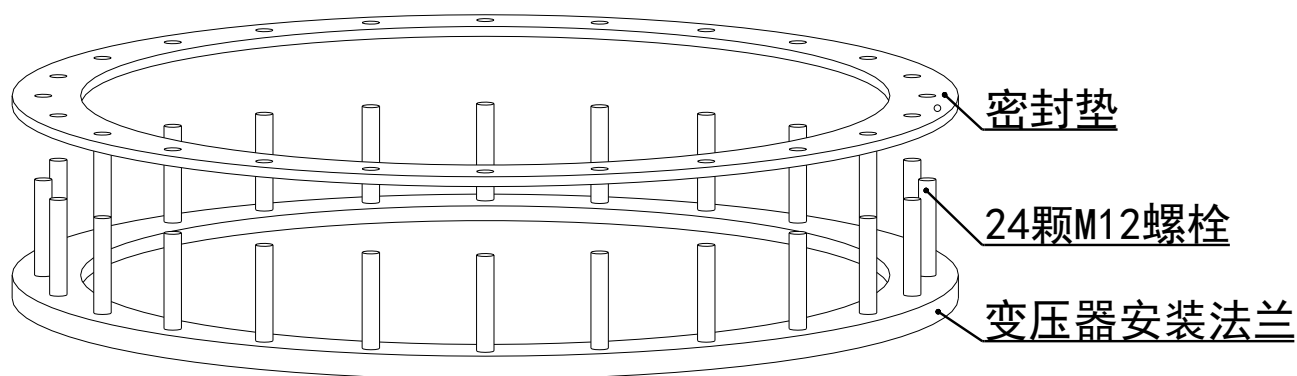
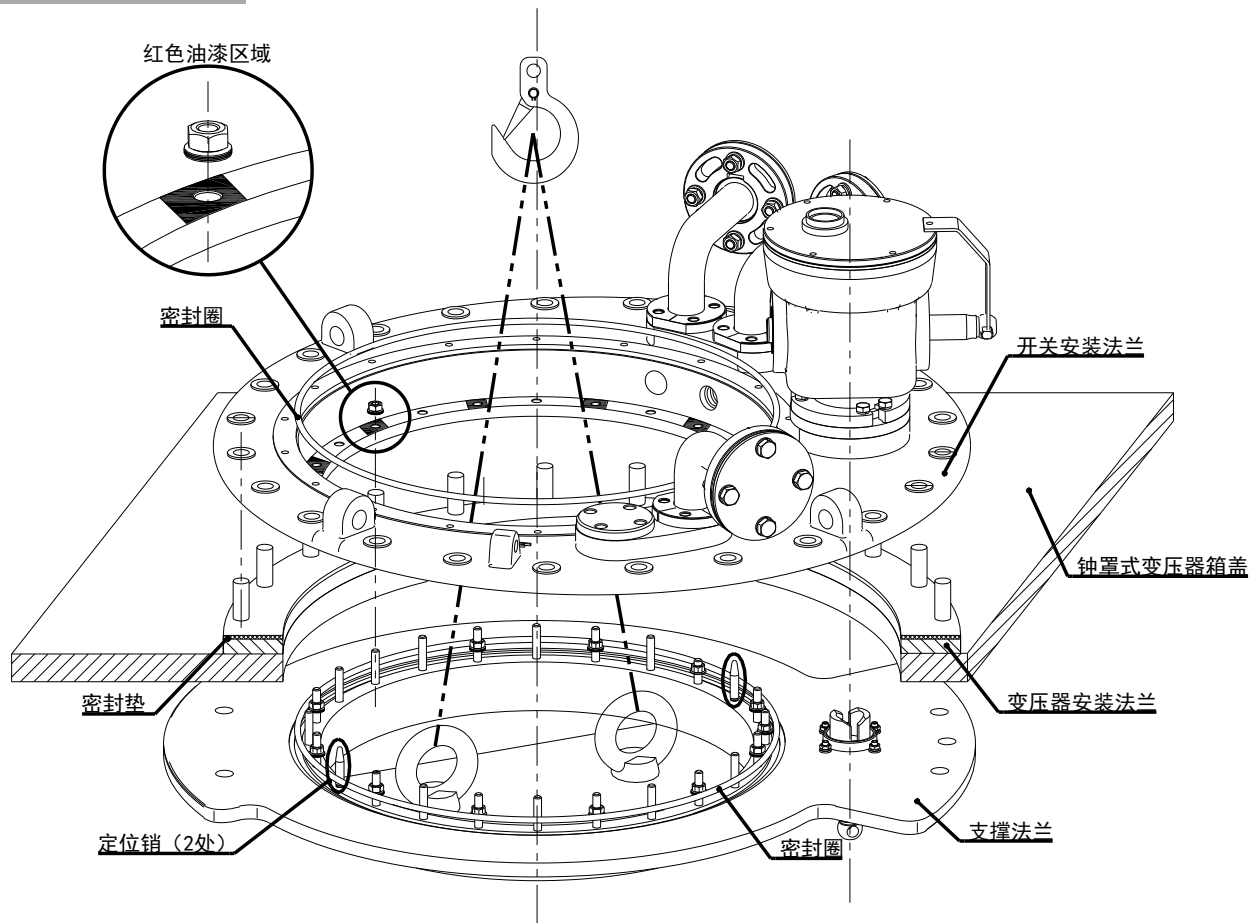

图 5-13 变压器安装法兰处螺栓及密封垫
图 5-14 开关顶部各法兰与变压器箱盖对应示意图
3. 分接开关安装法兰安装前，擦净密封面，在变压器安装法兰上安放密封垫（见图 5-13），并将分接开关安装法兰固定在变压器安装法兰上（见图 5-14）。
4. 通过起吊方式将切换开关支撑法兰与安装法兰连接。安装到位后拧紧法兰圈上的红色油漆区域螺栓。（见图 5-14）